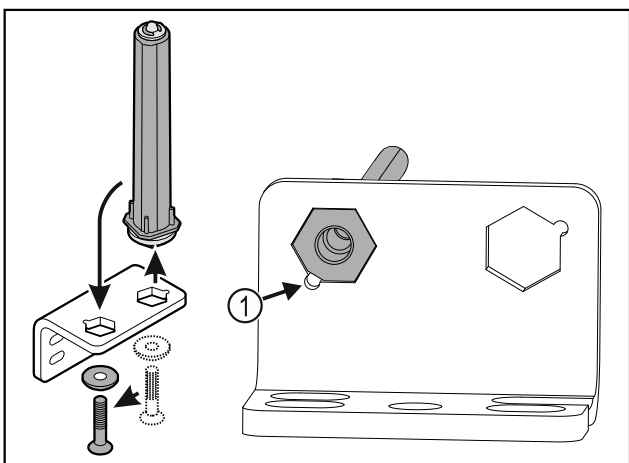

Fig. 28
- ▶ Βεβαιωθείτε ότι κατά την τοποθέτηση η λοξοτομή του πείρου είναι στραμμένη Fig. 28 (1) προς τη στρογγυλή οπή.